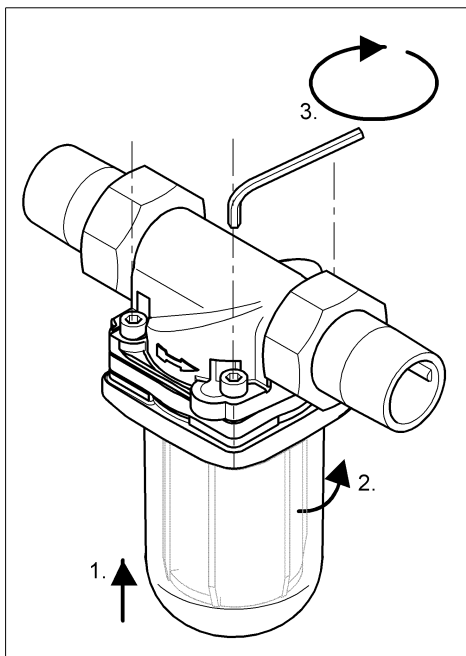

Abb. 6:
- 7 Filterglocke in die Bayonettöffnung des Einbaudrehflansches einsetzen, nach rechts bis zum Anschlag drehen (Abb. 6).